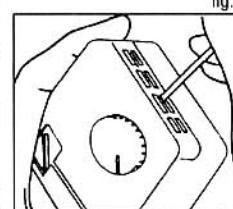

fig. 3
3. Trennen Sie die Vorderfront mit beiden Händen von der Basis. (Siehe Bild 3).